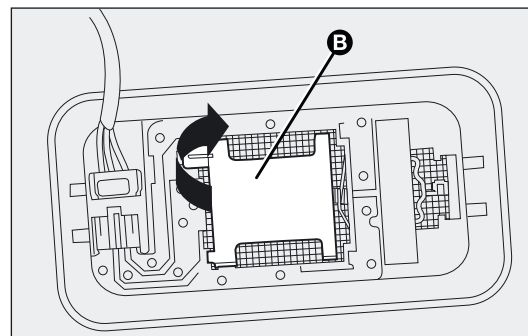

fig. 164
- ☐ open de bescherming B-fig. 164 zoals is aangegeven;